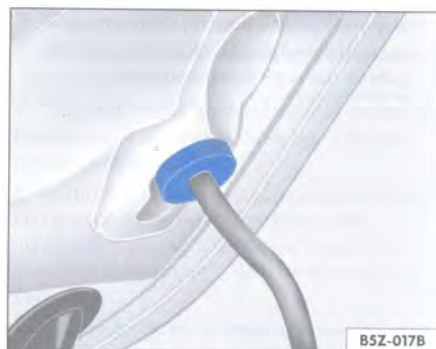

Fig. 113 Varilla de sustentación del capó del compartimiento del motor
- Desenganche la varilla de sustentación del soporte existente en la carrocería y encaje en el alojamiento de sustentación, en la tapa ⇒ página 158, fig. 113.